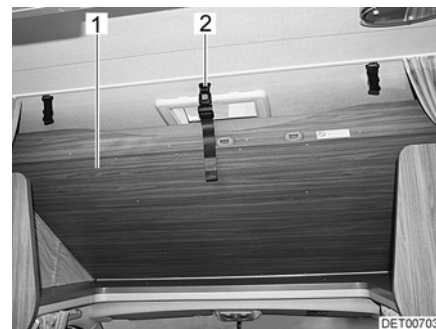

Bild 51 Alkovsäng i körläge
■ Sväng upp alkovsängen (Bild 51,1) och haka i fästbandet (Bild 51,2) i hållaren i taket.